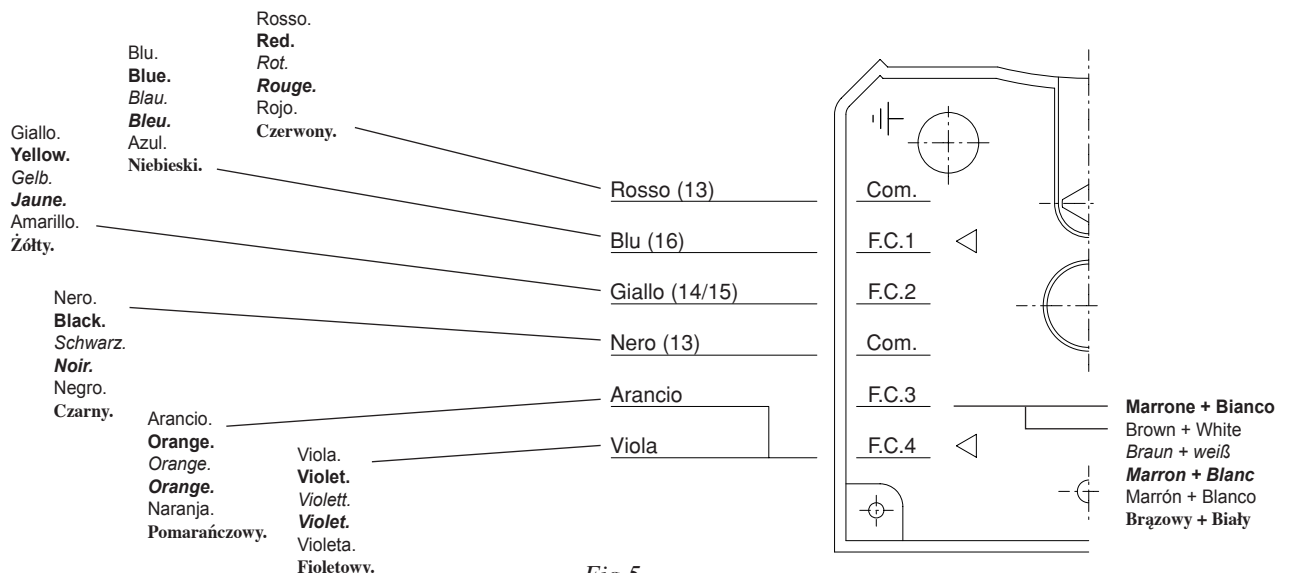

Fig.5
Per utilizzare il microinterruttore a disposizione come finecorsa di sicurezza in chiusura, modificare i cablaggi come da fig. 5.
**To use the micro-switch supplied as a safety limit switch in the closing phase, modify the cable positions as per fig. 5.**
*Um den Mikroschalter als Sicherheitsschalter beim Schließen zu verwenden, die Verkabelung laut Abb. 5 ändern.*
**Pour utiliser le microcontact disponible comme fin de course de sécurité en fermeture, modifier les câblages conformément à la fig. 5.**
Para utilizar el microinterruptor a disposición como final de carrera de seguridad en cierre, modificar los cableados como mostrado en la fig. 5.
W celu zastosowania mikrowyłącznika do dyspozycji jako krańcówki mechanicznej bezpieczeństwa przy zamykaniu należy zmienić okablowanie tak jak to pokazano na rys. 5.